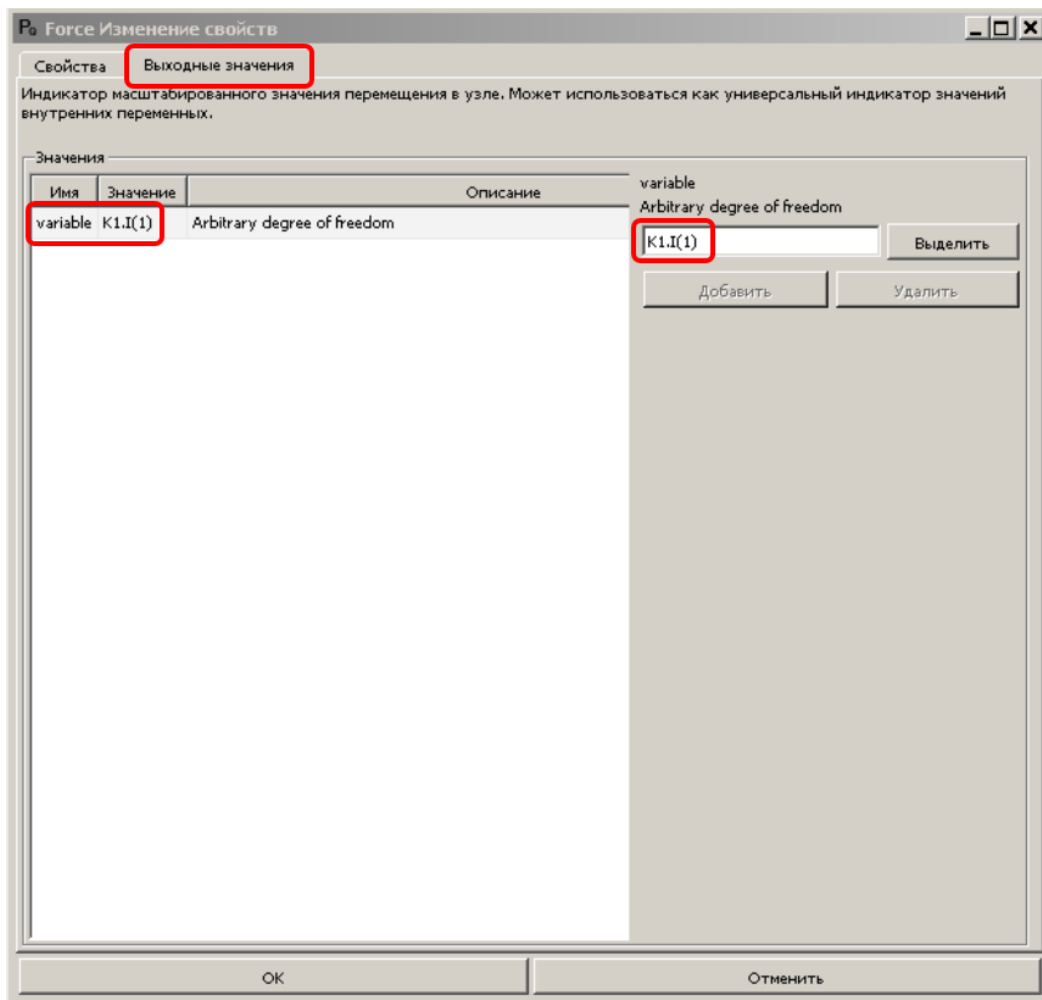

Рисунок 10. Измерение силы в пружине
ки мыши на компонент, либо нажав правой кнопкой мыши на компонент и в появившемся меню выбрав «Изменить свойства». Во вкладке «Выходные значения» нужно ввести K1.I(1) (рисунок 10), где K1 – обозначение компонента (элемента) упругой связи, I – функция для измерения потоковой переменной (здесь силы), (1) – номер степени свободы модели, через которую мы измеряем силу.